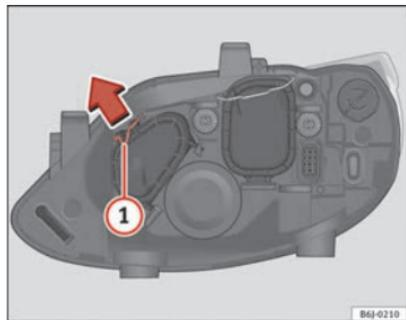

Fig. 159 Luz de carretera
- Desplace el tirante ① en el sentido de la flecha y saque la tapa ⇒ fig. 159.